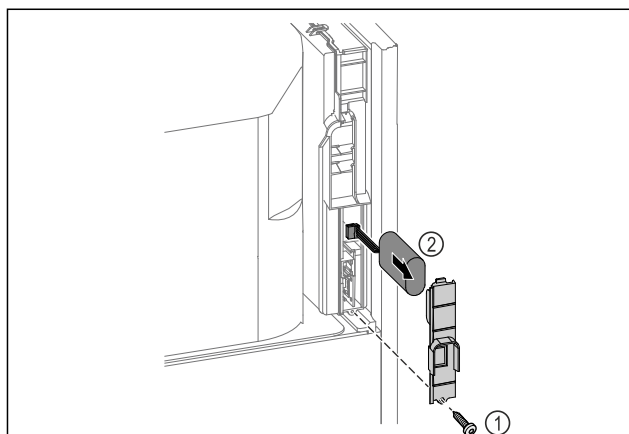

Fig. 254
- Schraube herausdrehen und Abdeckung auf der Rückseite des Gerätes entfernen Fig. 254 (1).
- Batterie abstecken und herausnehmen Fig. 254 (2).